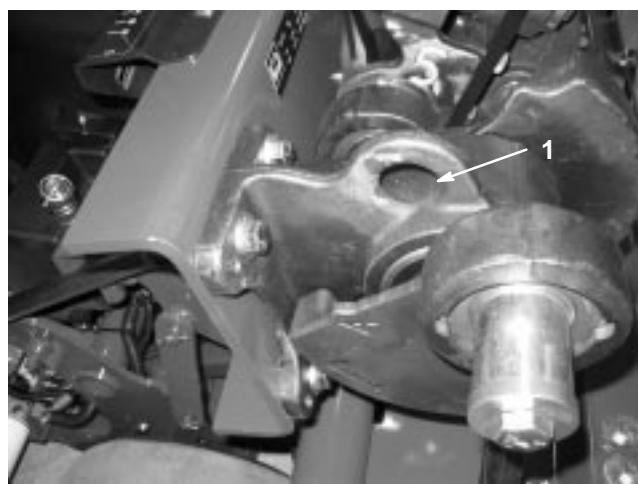

Figure 42
**Remarque :** Le cas échéant, un dispositif de levage peut être utilisé pour soulever l'arrière du ProCore 648. Dans ce cas, utilisez les œillets des logements des roulements de la tête d'aération comme points de levage (Fig. 42).